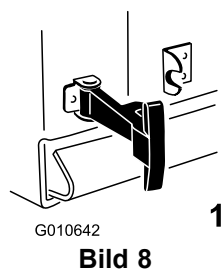

Bild 8
7. Haken Sie den flexiblen Verschluss vorne am Auswurfkanal an der Befestigungsklemme ein, die an der Vorderwand des Mähwerks angeschweißt ist (Bild 8). Haken Sie den flexiblen Verschluss hinten am Auswurfkanal an der Befestigungsklemme ein, die an der Hinterwand des Mähwerks angeschweißt ist.